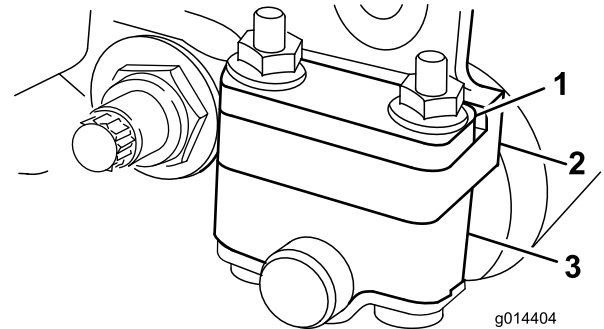
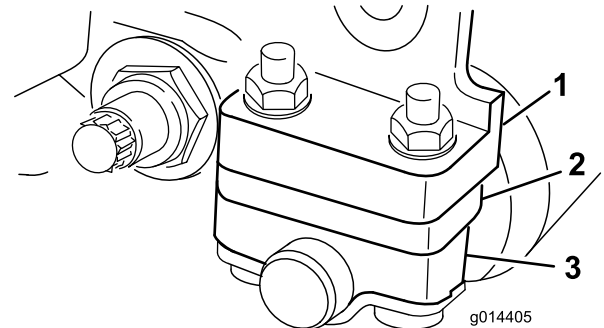

図 12
図 13
1. 使用する刈高範囲に合わせて後ローラ・ブラケットの取り付け位置を上位置または下位置に変更する (図 12または図 13)。
刈高 1.6 mm~6 mm の場合：スペーサをサイドプレート取り付けフランジの上 (出荷時の設定) にセットする (図 12)。
刈高範囲が 3~25.4 mm の場合は、スペーサを、取り付けフランジの下にセットする (図 13)。